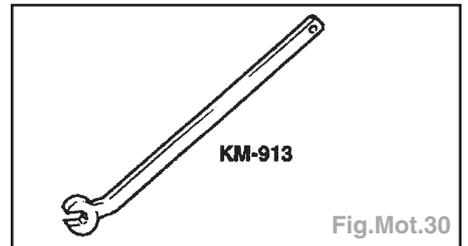

Fig.Mot.30
- Outil nécessaire (Fig.Mot.30) :